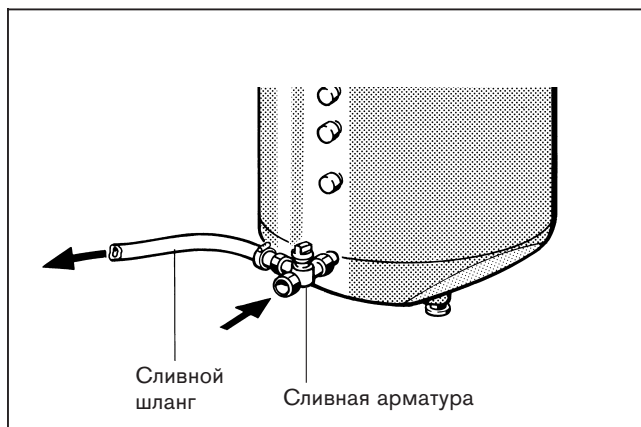

Рис. 7
- Произвести монтаж сливной арматуры у входного отверстия холодной воды (EK) (рис. 7).